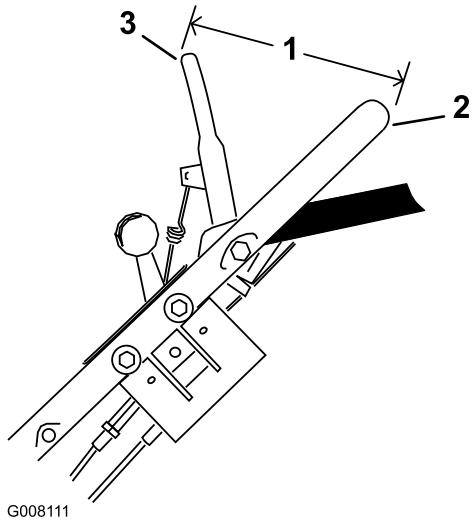

Figura 30
6. Sujete la barra de control de manera que la parte **exterior** de la misma quede a 5-1/2 pulgadas (14 cm) de la parte **exterior** del manillar, y tire del cable para eliminar la holgura, pero no tense el muelle (Figura 30).